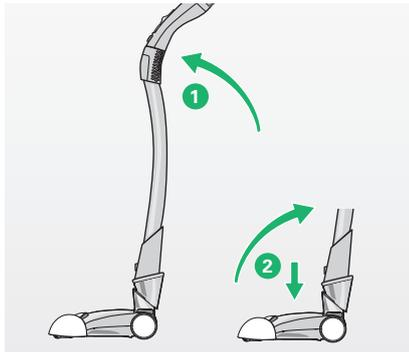

Bild 2.4 Parkposition, Saugposition
- Halten Sie das Vorsatzgerät mit dem Fuß fest **2** (Bild 2.4 auf S. 14) und kippen Sie das Elektro-Saugrohr zurück, so dass es hörbar aus der Parkposition ausrastet.